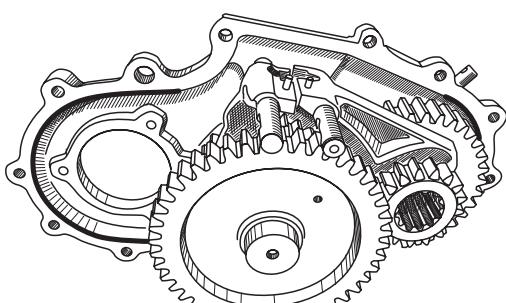

Рис. 11
- 9.** Установите вал заднего моста **[1]** в крышку картера РК. Отметьте место доработки крышки (**Рис.11** место касания шестерни отмечено жирной линией). Доработайте на глубину 3-4 мм УШМ с диаметром диска до 125 мм (**см. раздел Инструменты**).